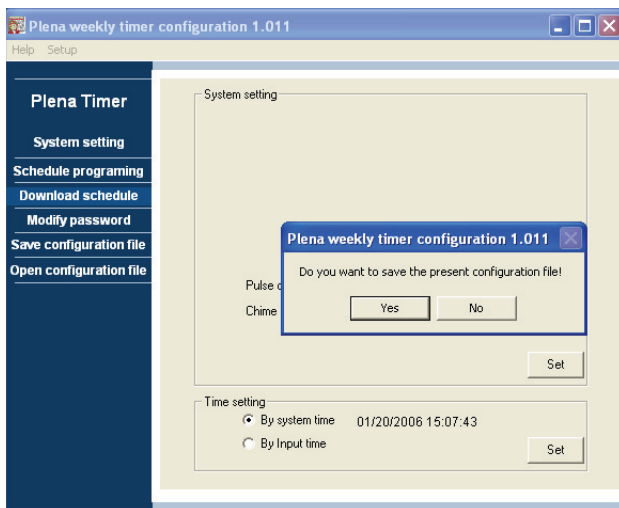

figura 8.18: Cuadro de diálogo de Download schedule
- Desde el menú principal, haga clic en el botón Download schedule. Aparecerá el siguiente cuadro de diálogo (véase figura 8.18).